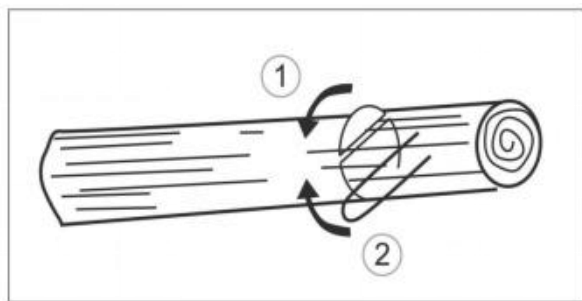

Fig. 22
18. Si el tronco está apoyado en ambos extremos, corte primero desde la parte superior a $\frac{1}{3}$ del diámetro del tronco para evitar que se parta. Luego, termine el corte desde abajo para que coincida con el primer corte, evitando atascamientos (fig. 22).